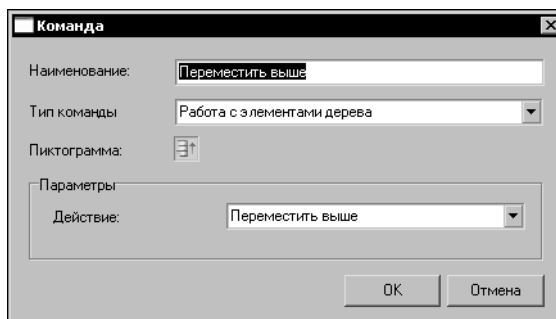

Рис. 18.6. Вид окна **Команда** для кнопки **Переместить выше**
3. В зависимости от выбранного типа команды в окно добавится перечень дополнительных параметров, которые нужно ввести (выбрать из раскрывающегося списка) для правильной работы команды. Например, для типа команды «Работа с элементами дерева» нужно указать только один параметр — **Действие** (рис. 18.6). Все типы команд и их параметры, реализованные в базовой настройке ВЕРТИКАЛЬ, подробно рассмотрены в подразделе 18.5.2.